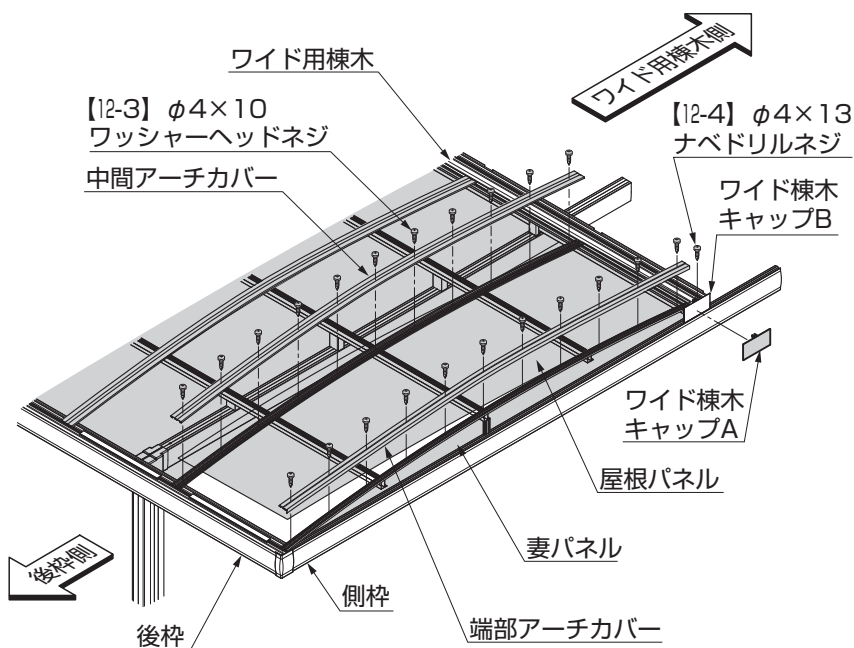
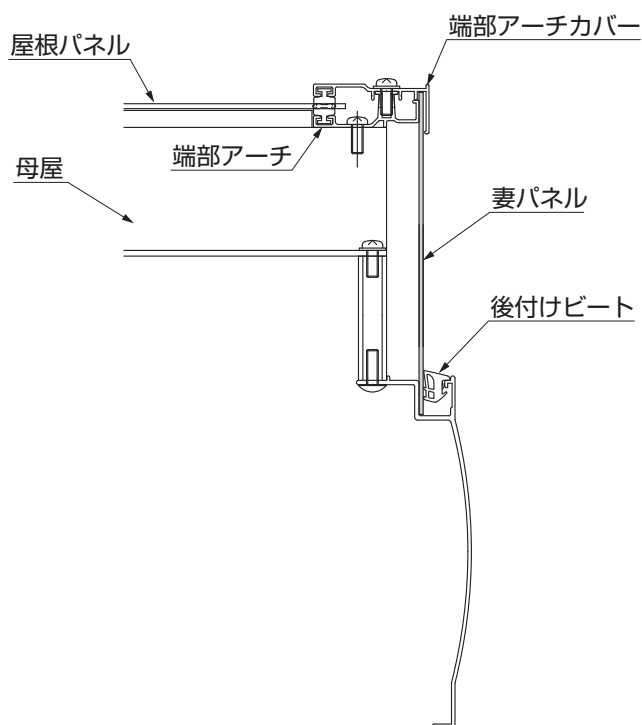

図7-2
図7-3
- ②端部アーチカバーを妻パネルと屋根パネルの両方にかぶせてワイド用棟木側からアーチに【12-3】で取付けてください。(図7-2、図7-3参照)